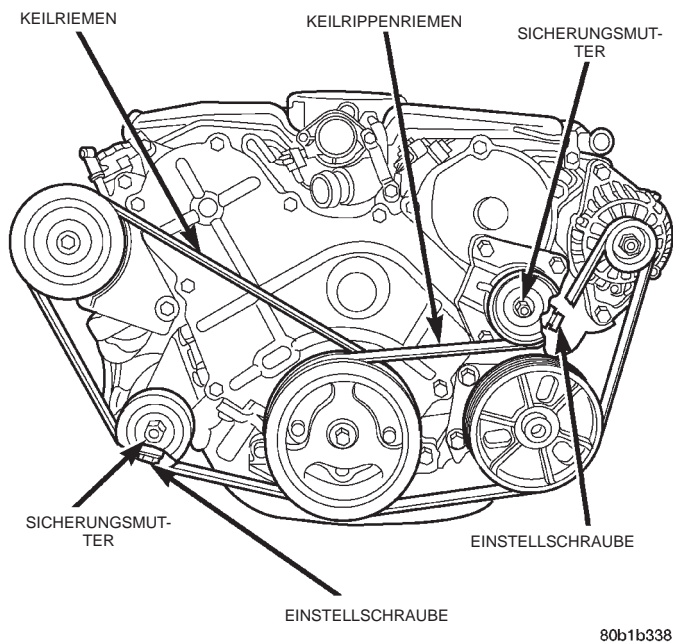

Abb. 33 Antriebsriemen von Klimakompressor und Zusatzaggregate
(1) Den Antriebsriemen für Zusatzaggregate abnehmen, um Zugang zum Antriebsriemen des Klimakompressors zu erhalten. Näheres hierzu siehe Hinweise in diesem Abschnitt.
(2) Zum Abnehmen des Antriebsriemens des Klimakompressors zunächst die Sicherungsmutter der Spannrolle lockern und anschließend die Einstellschraube an der Spannrolle so weit lockern, daß der Antriebsriemen abgenommen werden kann (Abb. 33).